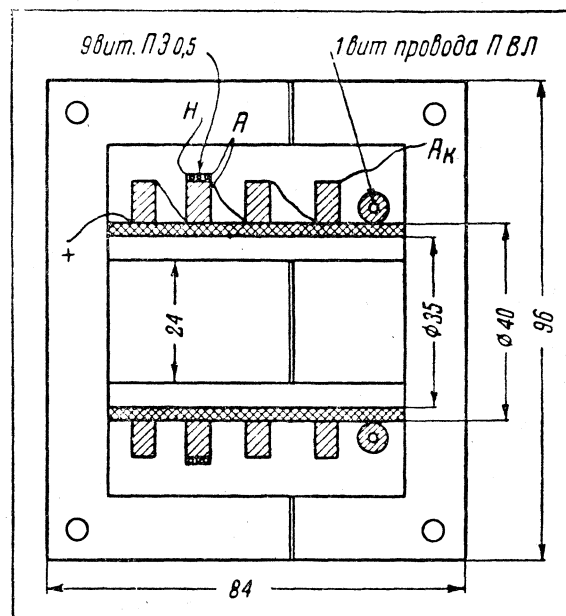

Рис. 2.
Для получения высокого напряжения порядка 8—10 кВ, необходимого для питания приемных трубок 23 ЛК 1Б и 30 ЛК 1Б, дроссель строк (рис. 2) собирают на железе Ш-24, набор его 25 мм. Железо собирают с воздушным зазором в 0,1 мм. Обмотка дросселя состоит из четырех секций, по 600 витков провода ПЭШО 0,15 в каждой секции. Намотка «Универсаль» сотовая, либо галетная «внавал». Га-
При применении в строчной развертке ламп П-50 и Г-807 с анодным напряжением 350 в накал лампы 6Х5 можно питать от строчного дросселя. Для этого на второй галете строчного дросселя размещают накальную обмотку из 9 витков провода ПЭ 0,5—0,6. Это позволит обойтись без специального накального трансформатора ( $Tr_3$  в схеме рис. 2 № 7 «Радио»).
Для накала нити кенотрона 1Ц1 на каркасе дросселя строк размещают один виток провода в толстой резиновой изоляции (провод ПВЛ). Последовательно с нитью накала кенотрона включается сопротивление в  $4 \div 5$  ом. При применении такого дросселя в схеме, приведенной на рис. 2 («Радио» № 7) и предназначенной для питания трубок 23 ЛК 1Б или 30 ЛК 1Б, сопротивление  $R_{21}$  в 5 тыс. ом заменяется сопротивлением в 15 тыс. ом, рассчитанным на мощность рассеивания в 5 вт.
**Вопрос.** Какую из схем выделения синхронизирующих импульсов можно рекомендовать для схемы развертки, опубликованной в № 7 журнала «Радио» за 1950 год на рис. 2 (стр. 52)?
**Ответ.** Для схемы развертки, приведенной на рис. 2, может быть применена любая из опубликованных схем выделения синхронизирующих импульсов.